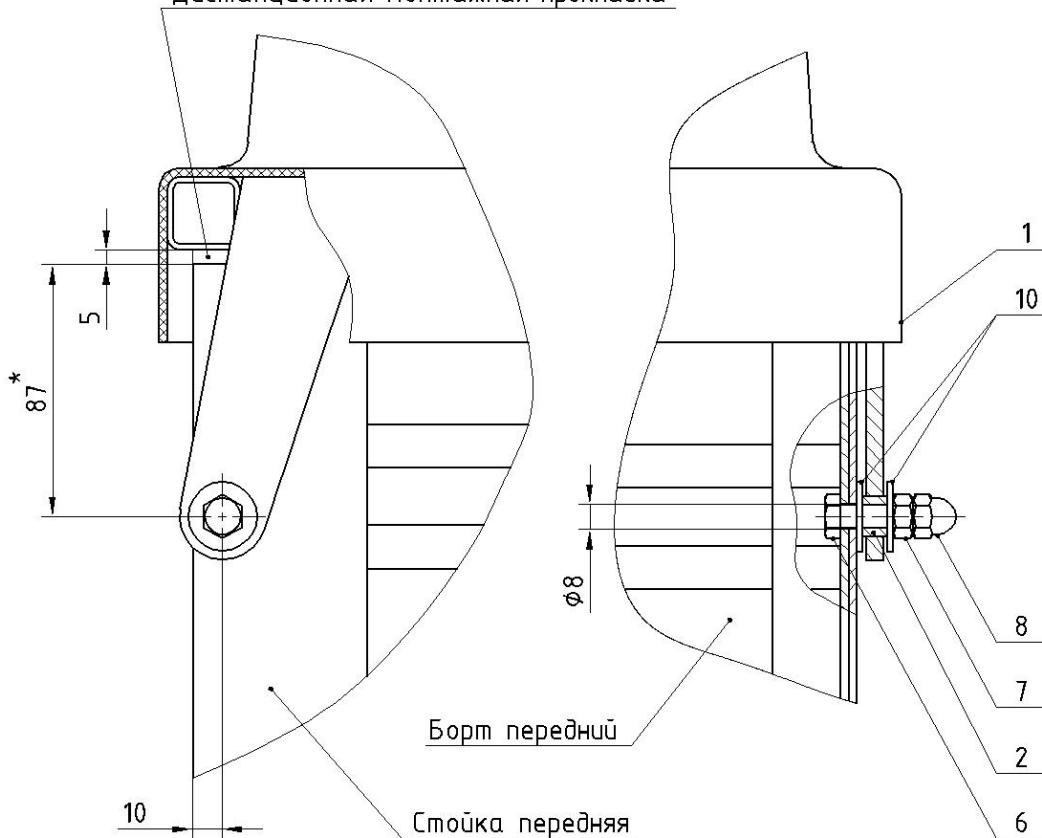

Рисунок 1.
- Приподнять переднюю часть крышки и положить между передним бортом прицепа и передней частью рамки крышки дистанционную монтажную прокладку толщиной 5мм (рис. 1).
- Сдвинуть крышку так, чтобы центры отверстий петель оказались в 10мм от края переднего борта, как показано на рис. 1.
- Вставить в петли крышки втулки 2 и просверлить отверстия Ø8мм через втулки, в передних стойках прицепа (рис. 1).
- Установить в соответствующем порядке втулку 2, шайбы 10, болт 6 и гайки 7 и 8 как показано на рис. 1.